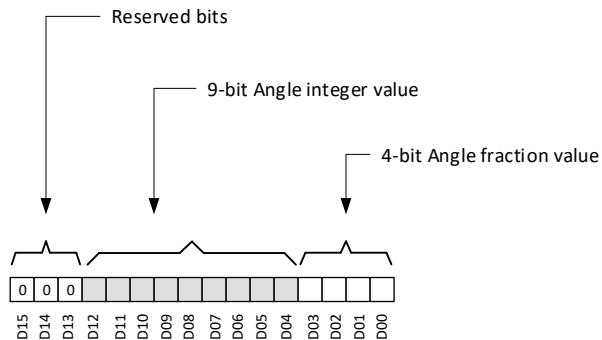

图 7-8. 角度数据定义
TMAG5170 根据 ANGLE_EN 寄存器位设置计算角度。图 7-8 显示了 ANGLE_RESULT 寄存器将角度信息存储在 13 个 LSB 位中。位 D04 至 D12 存储 0 至 360 度的角度整数值。D00 至 D03 位存储角度分数值，分辨率为 1/16 度。3 个 MSB 位始终填充为 b000。TMAG5170 CORDIC 提供 1/4 度的角分辨率。如果需要更高的角分辨率，可以使用外部 CORDIC。根据 方程式 7 来计算角度。
- D_i 是图 7-8 中所示的数据位。